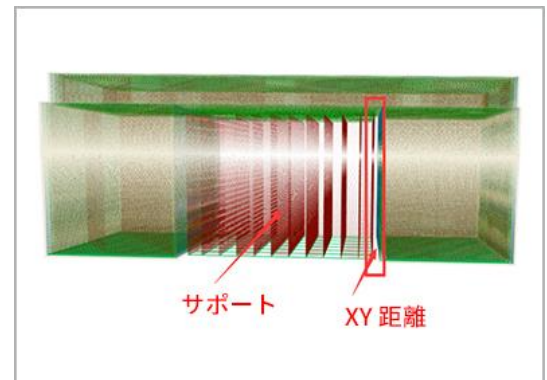

図 28, スライスが完了 (サポートを追加)
(6)サポートとモデル XY 面間隔(単位 mm)：つまり、図 28 に示すように、サポートとモデルで指定された側面との距離です。この間隔はサポートとモデルの距離を決定し、近すぎると除去しにくくなり、遠すぎるとサポート範囲が縮小してオーバーハングが発生します。デフォルト値は、テスト済みの良い値であり、一般的には調整する必要はありません。印刷要件が高いユーザーには、0.3 mm 間隔で増減することをお勧めします。